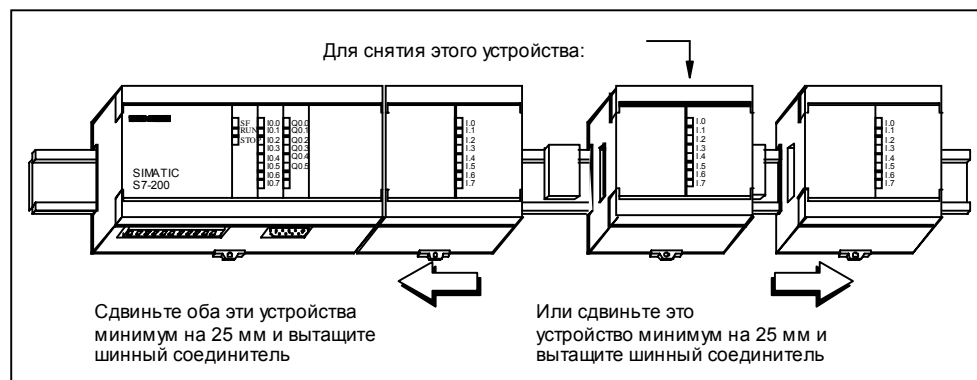

Рис. 2-10. Снятие модуля расширения
1. Отсоедините все кабели и провода от устройства, которое Вы хотите демонтировать. Если устройство находится в середине конструкции, то Вам нужно сначала раздвинуть устройства справа и слева от него по крайней мере на 25 мм, чтобы можно было вытащить шинный соединитель (см. рис. 2-10).